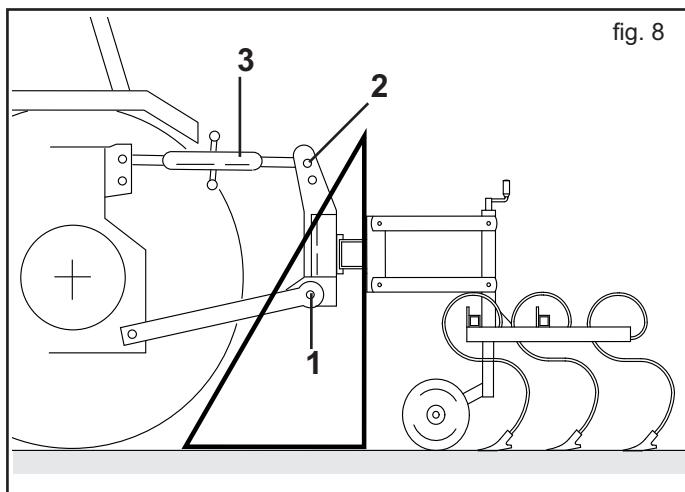

fig. 8
- 3) Cuplați al treilea punct superior (2, Fig. 7-8); știftul trebuie blocat cu siguranța; reglați tirantul de reglare (3, Fig. 8) astfel încât utilajul să fie paralel cu solul (Fig. 8).